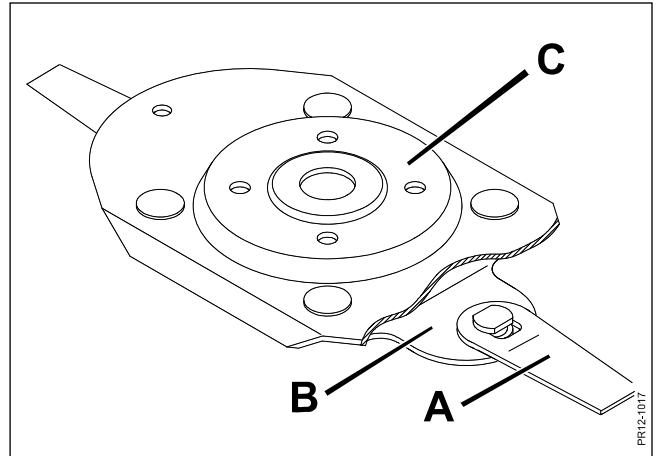

Fig. 5-16
**Fig. 5-16** Il sistema è chiamato QS, (Quick and Safe), che indica la tipologia di intervento di sostituzione rapida delle lamelle e l'elevata sicurezza di questo sistema particolare **A** che non consente alla lama di uscire accidentalmente dalla propria sede **B** imbullonata sul disco **C**.